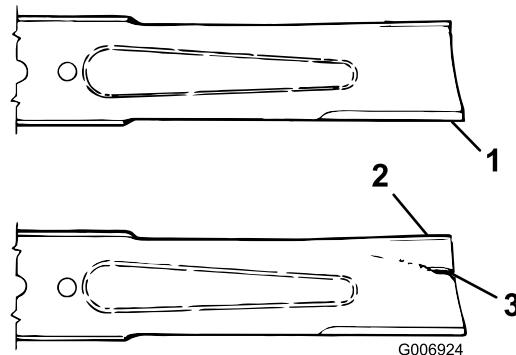

Figura 15
- Examine cuidadosamente as extremidades da lâmina, prestando especial atenção à zona onde se encontram as partes curvas e planas da lâmina (Figura 15). Verifique o estado da lâmina antes da operação de corte, pois a areia e outros materiais abrasivos podem ter desgastado o metal que liga as partes curva e
plana da lâmina. Se notar algum desgaste (Figura 15), substitua a lâmina; consulte Retirar a lâmina de corte.
Se a lâmina continuar a sofrer este tipo de desgaste irá formar-se uma ranhura entre a parte curva e a parte plana da lâmina (Figura 15). Eventualmente, pode soltar-se algum pedaço da lâmina e projectar-se, ferindo-o a si ou a qualquer pessoa próxima.